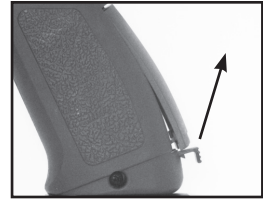

Figure 5: Ouvrez le clapet des piles
1. Enlevez le clapet du compartiment à piles à l'arrière de la poignée en soulevant l'attache et en la sortant comme montré sur la Figure 5. NOTE: Ne tirez jamais le clip des piles par les câbles lorsque vous devez les enlever.